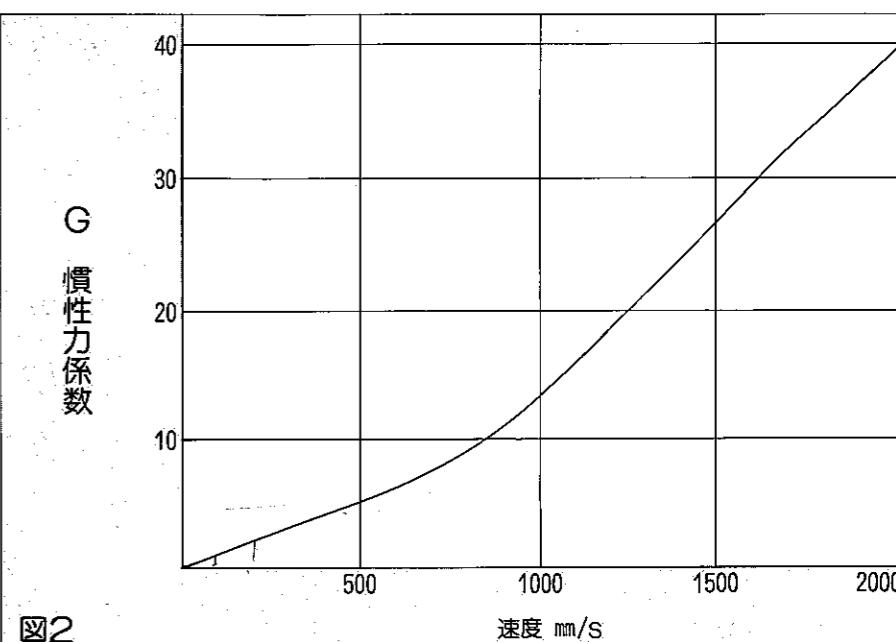

図2
(1) クッション突入速度(v_m)より慣性力係数(G)を図2より求める。
$$(1) \text{図2より } G=6$$